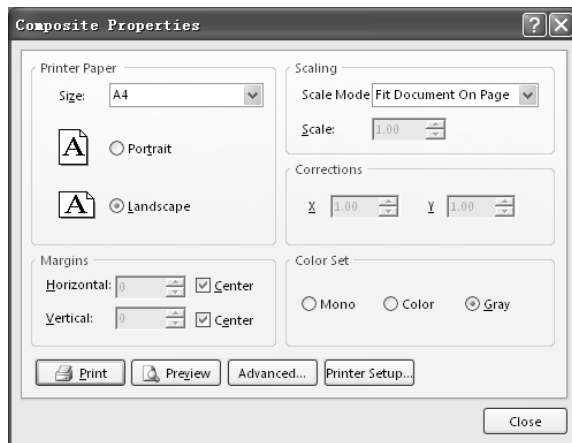
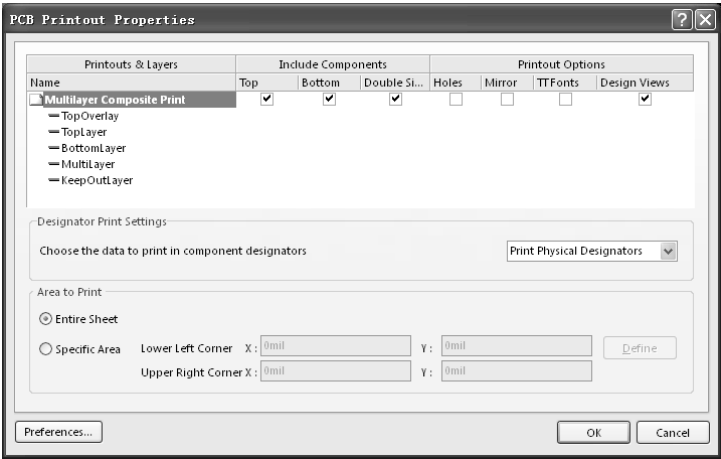
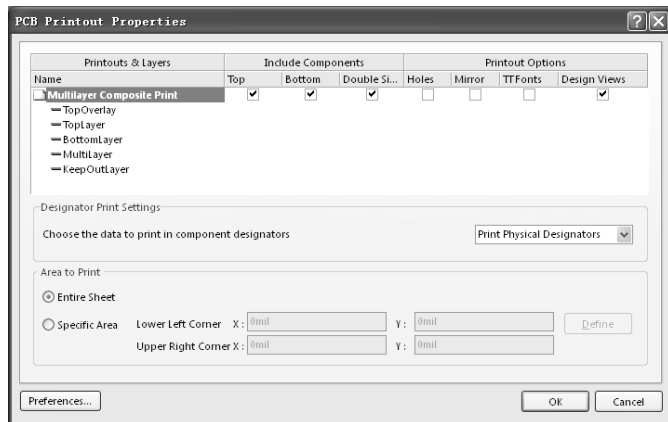

图 3.5.26 “Composite Properties”对话框
图 3.5.27 “PCB Printout Properties (PCB 打印输出属性)”对话框
图 3.5.35 “PCB Printout Properties (PCB 打印输出属性)”对话框
单击“File (文件)” “Page Setup (页面设置)”命令,弹出如图 3.5.26 所示的“Composite Properties”设置对话框。
(1) 单击如图 3.5.26 中所示的“Advanced (高级选项)”按钮,弹出如图 3.5.27 所示的对话框。图中默认出现的“Multilayer Composite Print”是重叠图输出,即将各层放在一起打印。
单击如图 3.5.26 中所示的“Advanced (高级选项)”按钮,弹出如图 3.5.35 所示的对话框,图中默认出现的“Multilayer Composite Print”是重叠图输出,即将各层放在一起打印。